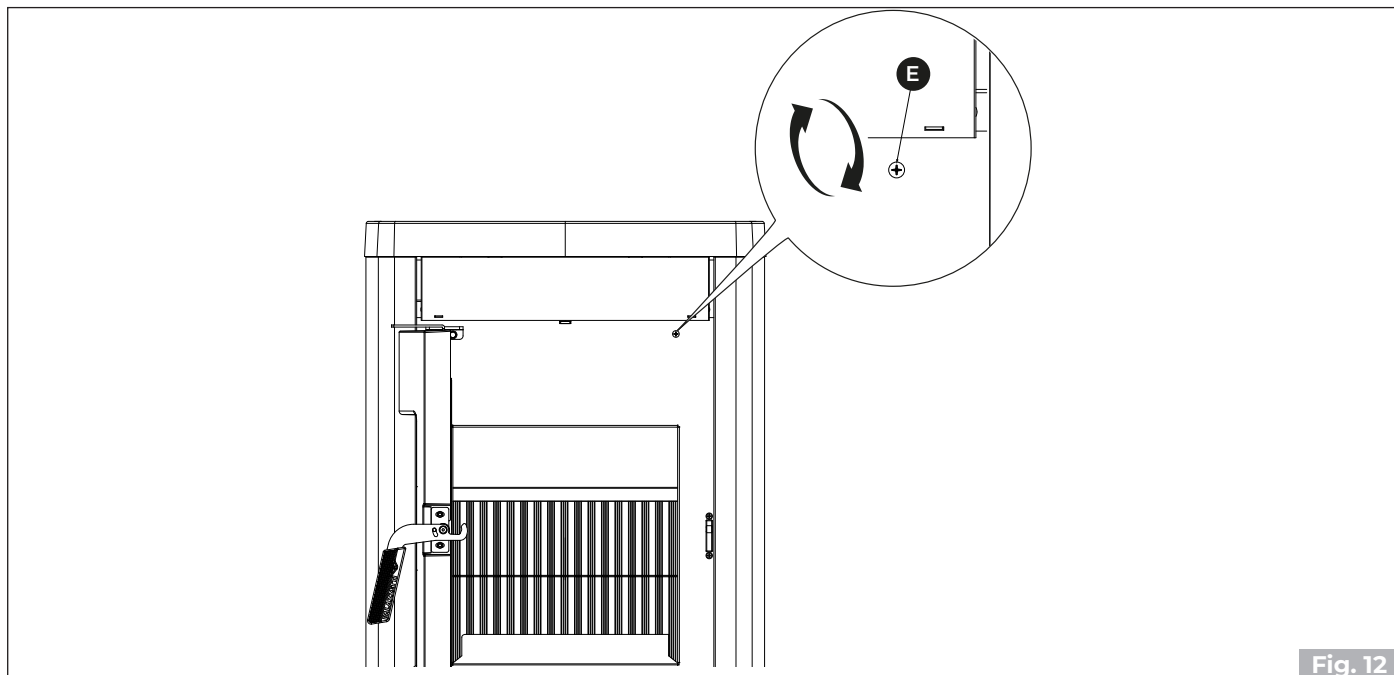

Fig. 12
Wenn die Einstellung nicht ausreichend ist, muss die Schraube (E) so eingestellt werden, dass eine gute Verbrennung erreicht wird. (Fig. 12).